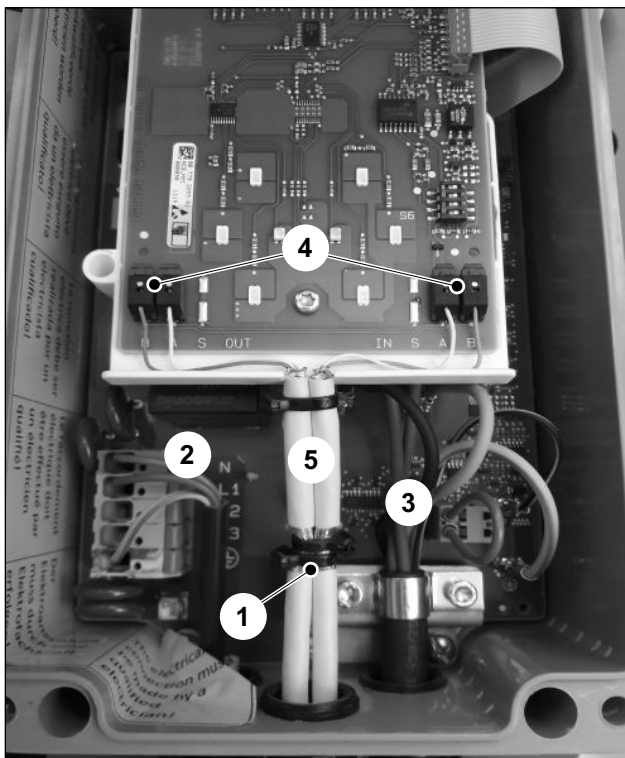

Fig. 5 Entrada de cable en el cableado en línea
A cada uno de los Wallbox restantes se tienden dos cables de bus (fig. 5).
Los conductores de la alimentación de tensión (fig. 5/2) y del cable de carga (fig. 5/3) deben tenderse con la máxima distancia posible respecto a los cables de bus.
3. Fijar las pantallas peladas al soporte (fig. 5/1) con ayuda de uno o dos sujetacables.
4. Pelar aprox. 8 mm en los extremos de los dos conductores individuales y conectarlos a los bornes correspondientes (fig. 5/4).
Los cables de bus deben estar recubiertos entre el soporte de pantalla y la platina de conexión (fig. 5/5).